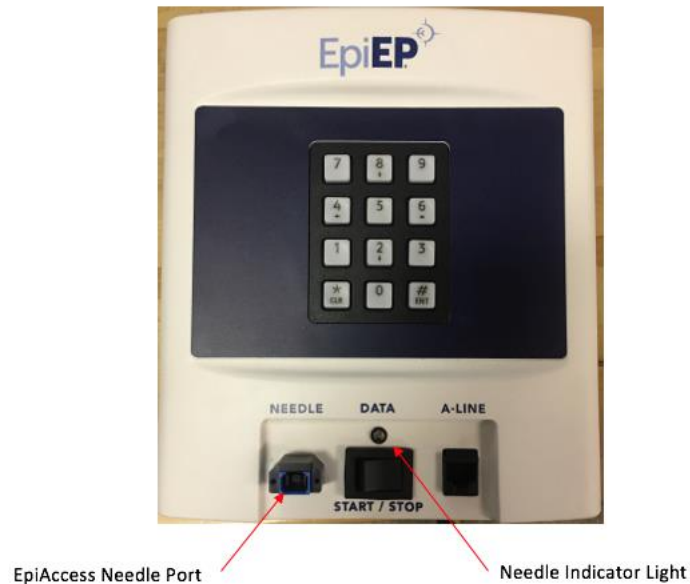

Abbildung 3 – A0005 EpiAccess Kontrolleinheit
3. Bei Verwendung der A0005 EpiAccess Kontrolleinheit, befolgen Sie bitte die nachstehend unter der Abbildung 3 angeführten Anweisungen.